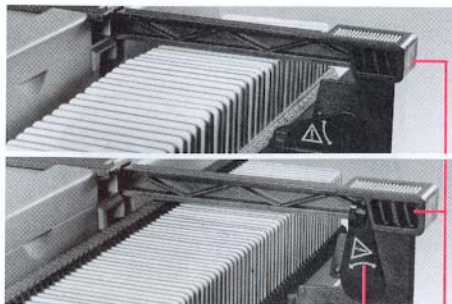

Bild 2
Diagreifer (13) herausziehen und den Schwenkarm (18) bei Verwendung von **Gemeinschaftsmagazinen** nach **unten** bzw. bei **LKM-** oder **CS-Magazinen** nach **oben** schwenken (Bild 2).
Pull out the slide claw (13) and move the swivel arm (18) **downwards** when using **standard slide trays** or **upwards** when using **LKM** or **CS slide trays** (see Fig. 2).
Tirer le passe-vue (13) et **abaisser** le bras orientable (18) pour l'utilisation de **paniers standards**, resp. le **relever** pour les **paniers LKM** ou **CS** (fig. 2).